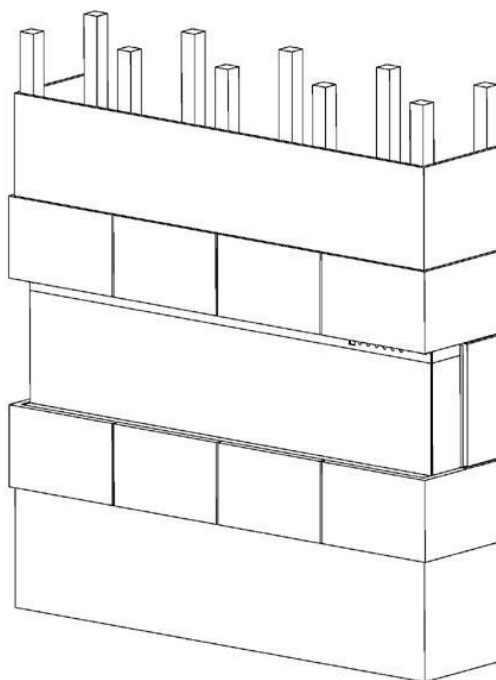

Fig.3-5
8.Kaunistage vineer või kipsplaat klaasitud plaatidega, tapeediga jne. Fig.3-5